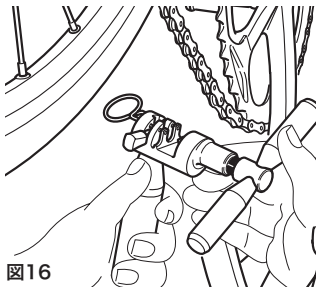

図16
- 図16のように、工具 UT-CN400 を準備します (チェーンの外側から、内側に向けて)。